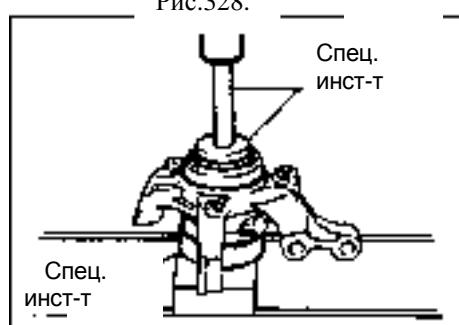

Рис.328.
- (б) Используйте специальный инструмент и нажмите, для изъятия подшипника из поворотного кулака (рис.328).